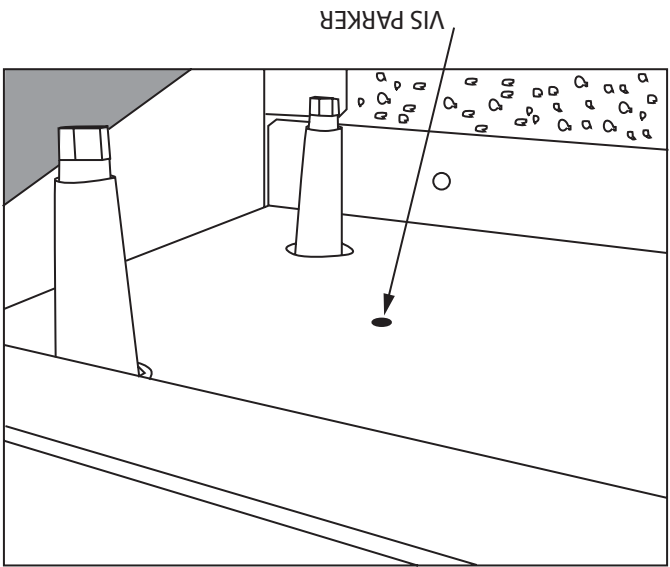

Figure 2
5. Une fois le chauffe-plats en place, le fixer à son support avec deux vis Parker n° 10 fournies. Voir Figure 2.